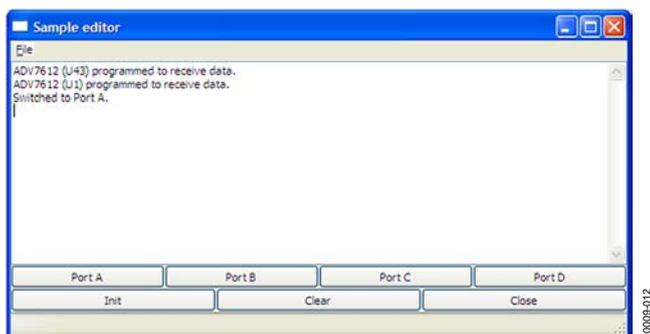

図 12. HDMI 入力の選択に使われるソフトウェア
5. Init ボタンを押下します。ボードが初期化されたら、Port A、Port B、Port C、または Port D の各ボタンの 1 つをクリックして必要な入力を選択します (図 12 を参照)。